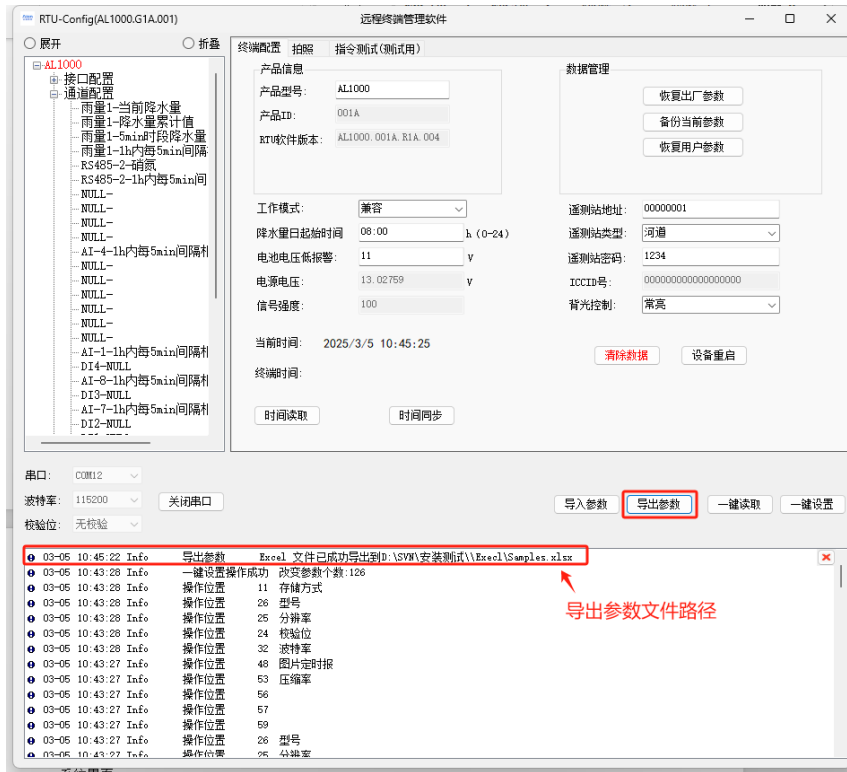

图 4-6 主窗口导出参数
- 导出参数配置：将当前页面所有参数进行备份，如图 4-6 所示。